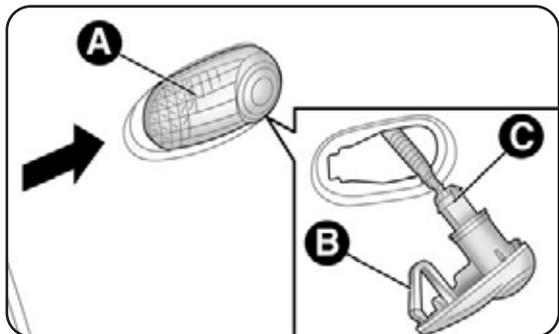

fig. 26
- actuar no transparente A-fig. 26 de modo a comprimir a mola B, a seguir desenfiar o grupo para o exterior;